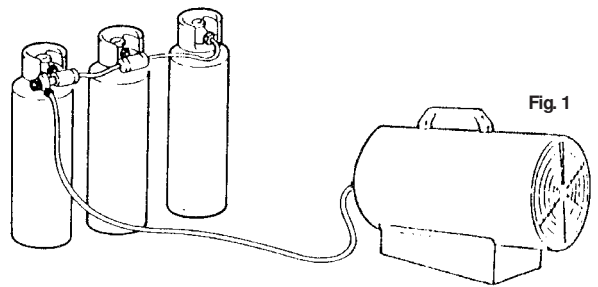

Fig. 1
- Se il generatore funziona a lungo alla potenza massima, si può formare ghiaccio all'esterno delle bombole a causa della elevata evaporazione del gas, con conseguente diminuzione della potenza erogata. Anche se non si manifesta il fenomeno della brina, usando una bombola troppo piccola si verifica comunque un calo di pressione che può impedire il funzionamento dell'apparecchio. Per l'uso continuativo alla massima potenza si consiglia di montare le bombole in parallelo (vedi Fig.1).
- Hvis generatoren kører gennem lang tid på maksimal effekt, kan der dannes is på flaskernes yderside på grund af høj gasfordampning. Dette vil samtidigt reducere ydelsen. Selv om der ikke opstår frost, kan anvendelse af en for lille flaske medføre et tryktab, der hindrer apparatets korrekte drift. Hvis apparatet skal anvendes kontinuerligt på maksimal effekt, anbefales parallel-installation af flaskerne (Fig. 1).